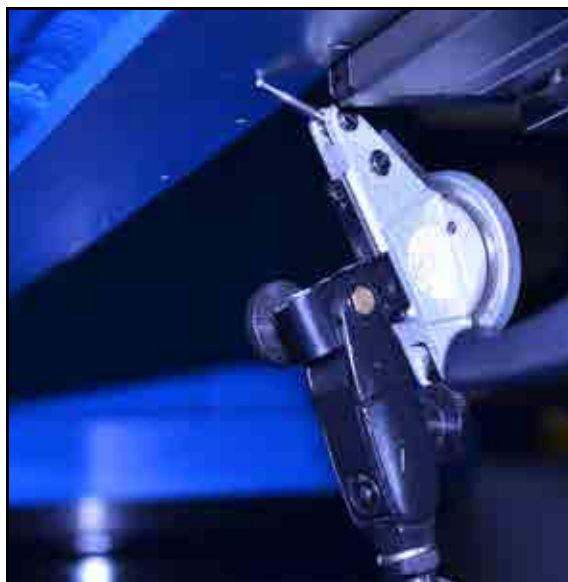

РИС. 4-3. ИНДИКАТОР СОПРИКАСАЕТСЯ С ПОВЕРХНОСТЬЮ ХОБОТА
3. Поднимите индикатор так, чтобы он соприкасался с нижней поверхностью хобота станка (см. Рис. 4-3).